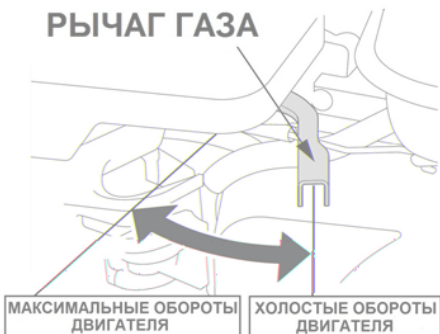

Рис. 20 Положения рычага газа
4. Переведите рычаг газа на 1/3 хода в сторону положения максимальных оборотов двигателя (Рис. 20).